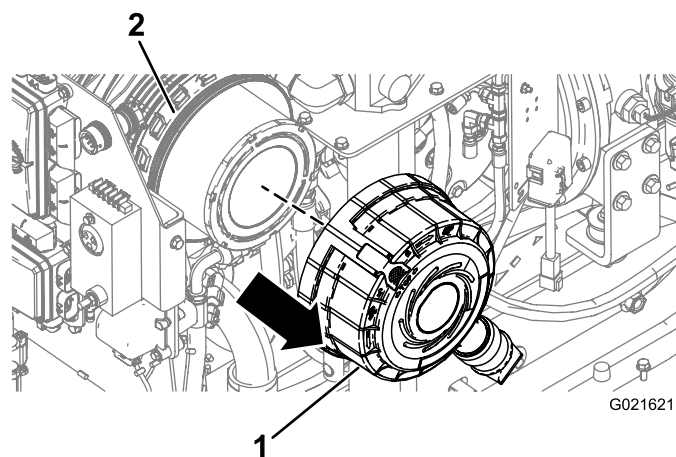

**Figure 118**
7. Écartez le couvercle du boîtier du filtre à air et déposez-le (Figure 118).
3. Alignez le couvercle du filtre à air sur le boîtier du filtre à air (Figure 118).